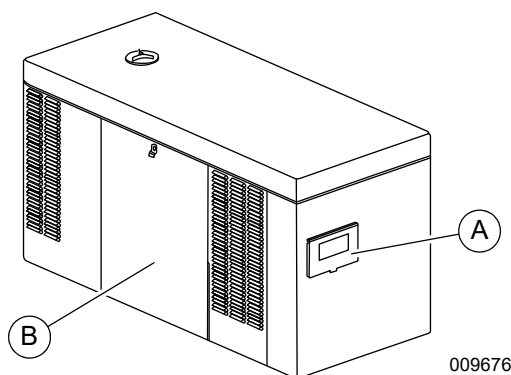

Figure 3-1. Enceinte (vue arrière gauche)
Voir **Figure 3-1**. Le côté hublot vitré (A) de l'enceinte est considéré comme étant l'arrière de la génératrice. Les côtés droit et gauche sont identifiés en se tenant à l'arrière de la machine et en regardant vers l'avant. La batterie se trouve sur le côté gauche de la machine (B).